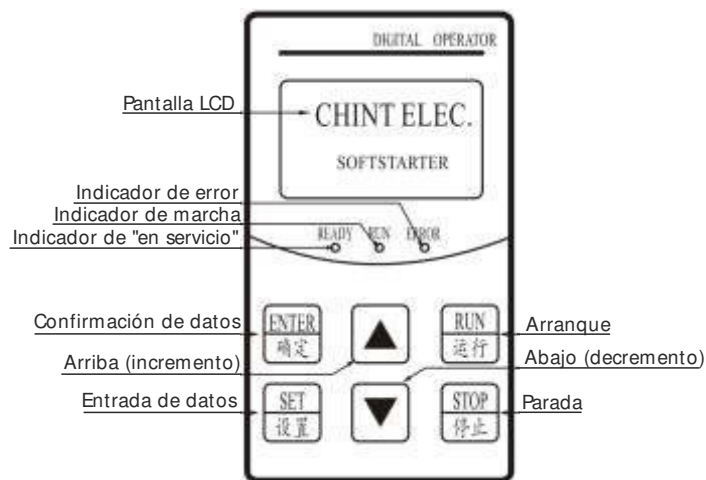

Fig.3.1 Esquema funcional del panel frontal
3.1.1 Esquema funcional del panel frontal (Fig.3.1)